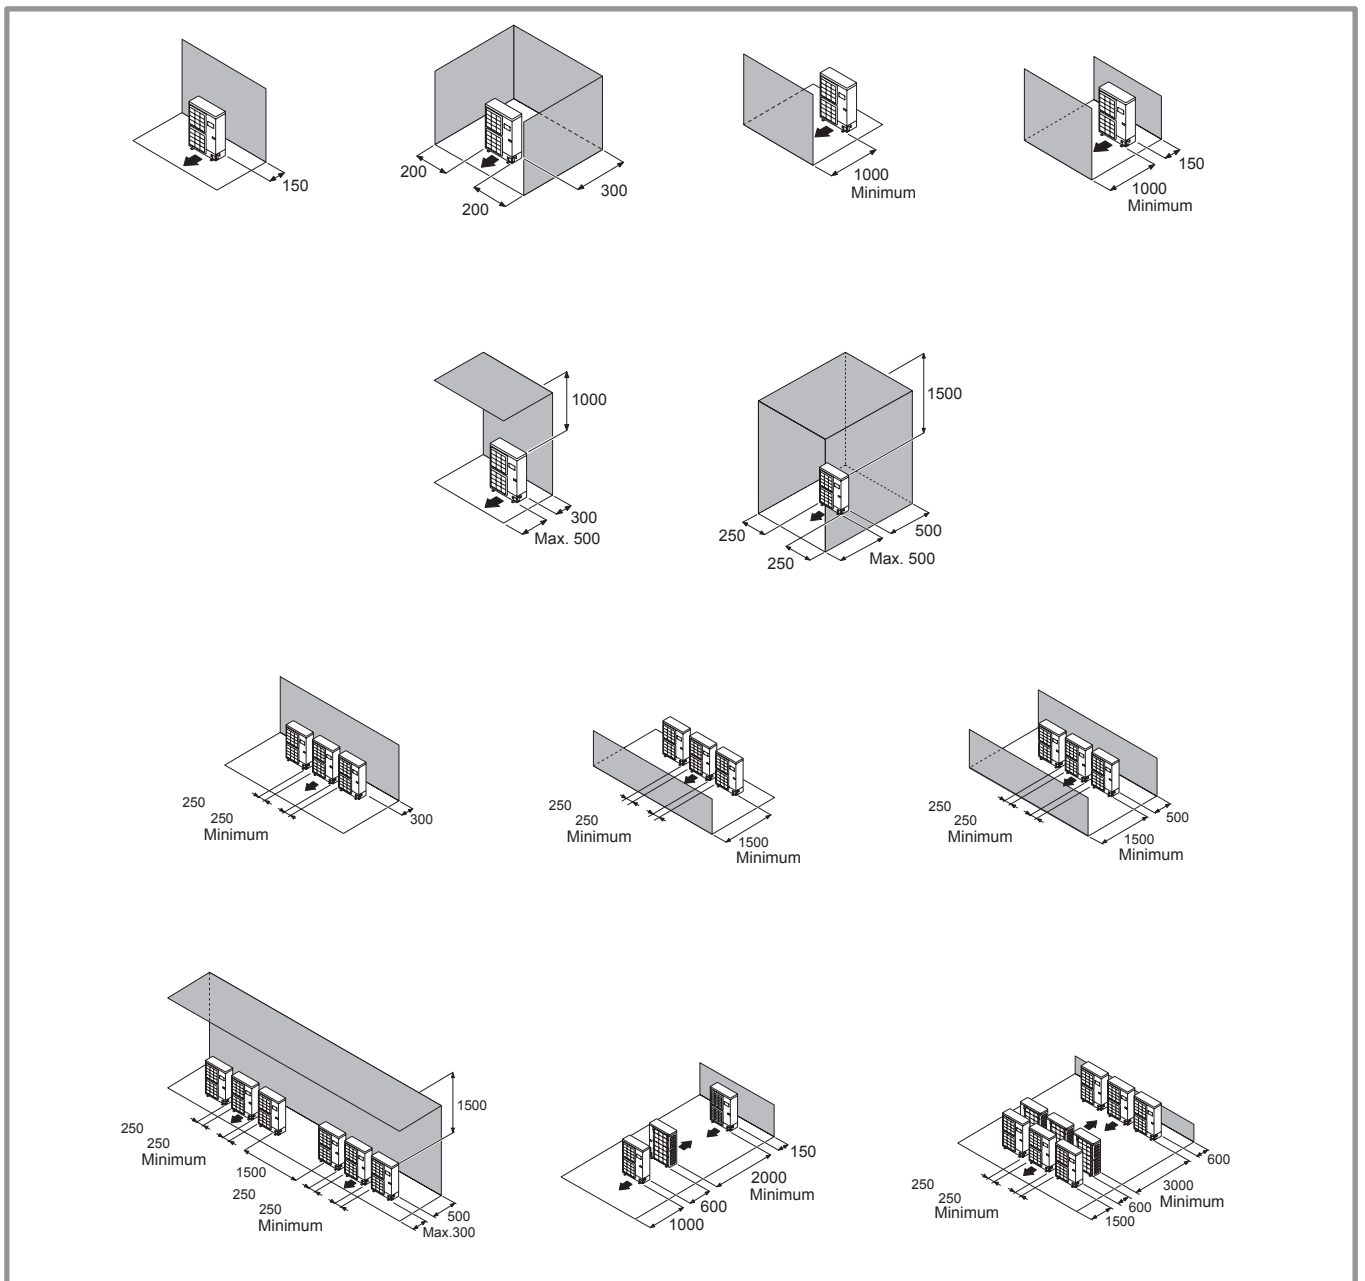

Abbildung 12 - Installationsmindestfreiräume um die Außeneinheit
- ☞ Die Außeneinheit darf nur im Freien installiert werden. Wenn ein Unterstand erforderlich ist, muss er große Öffnungen auf allen 4 Seiten besitzen und die Installationsfreiräume gestatten (Abbildung 12).
- Die Luftzirkulation durch den Verdampfer und am Ventilatorausgang darf durch nichts behindert werden (Abbildung 12).
(siehe figure 12).